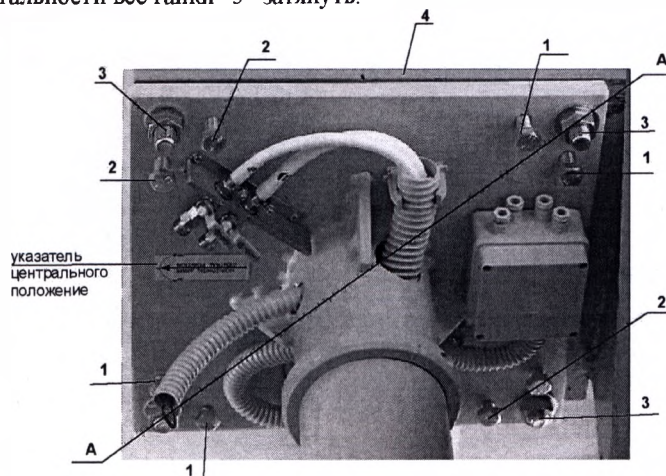

Рис. 10 Расположение наклейки "центральное положение", регулированных болтов и гаек крепления основания консоли (типовой вид)
- 7.8. С помощью уровня проверить и отрегулировать горизонтальность поворотных плеч консоли с помощью регулировочных болтов, расположенных на основании потолочного крепления консоли (см. Рис. 10). Перед регулировкой надо ослабить все гайки крепления „3“. Для регулировки горизонтальности надо положить уровень на верхнее плечо и повернуть его в положение показанное линией А-А (см. Рис. 10)(центральная ось плеча должна совпасть с диагональю плиты основания потолочного крепления). Затем двумя парами болтов „1“ Рис. 10 находящихся на этой диагонали, выставить горизонтальность плеча. Регулированные болты при регулировке горизонтальности плеча обязательно должны опираться в опорную плиту „4“ Рис. 10. Поверните верхнее плечо в положение перпендикулярное диагонали А-А. И затем другой парой болтов „1“
Рис. 10 выставите горизонтальность плеча. После окончательной регулировки горизонтальности все гайки "3" затянуть.